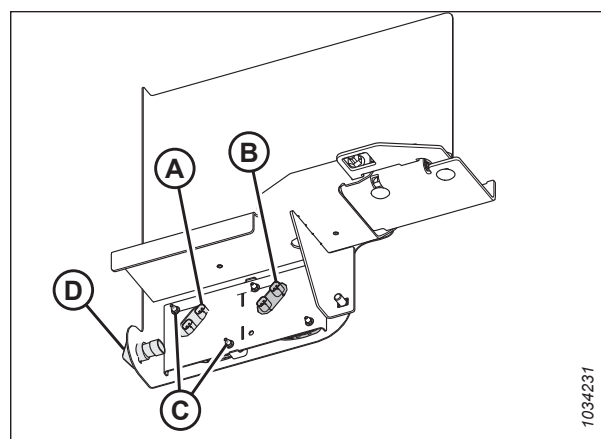

Figure 5.195: Feux orange et de gabarit — vue avant
6. Pour installer les feux répéteurs de détresse/ clignotants (D) indiqués sur la Figure 5.195, page 365, alignez la languette (A) du feu avec la fente sur la plaque-étiquette, pousser doucement le feu dans la plaque-étiquette et le faire tourner pour le fixer.